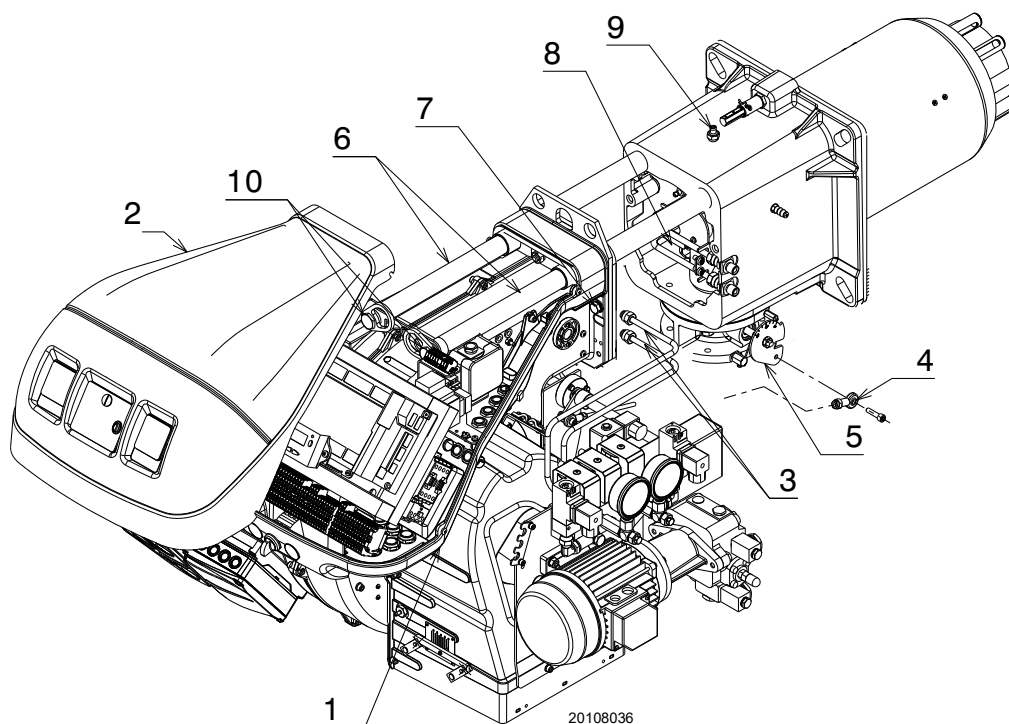

Fig. 59
- Slăbiți cele 4 șuruburi 1)(Fig. 59) și scoateți capota 2).
- Scoateți cele două extensii din ghidajele 6)(Fig. 59).